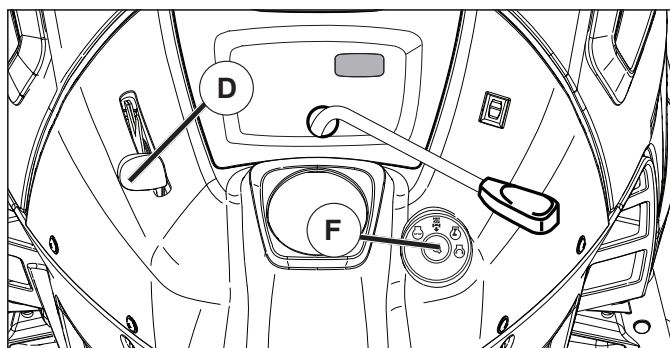

Fig. 17
POUR UTILISER LA COMMANDE DES GAZ (D) (Voir la Fig. 17)